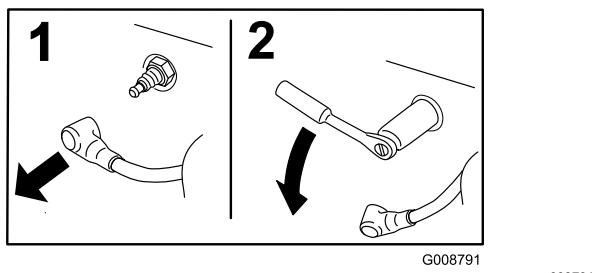

Figura 45
5. Desconecte los tapones de las bujías (Figura 45).